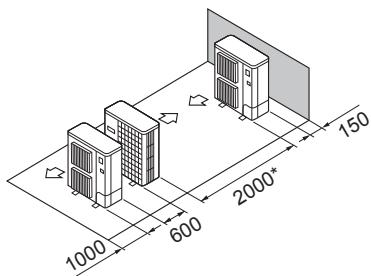

Fig. 2-13
⑤ Απλή παράλληλη διάταξη μονάδων (Fig. 2-13)